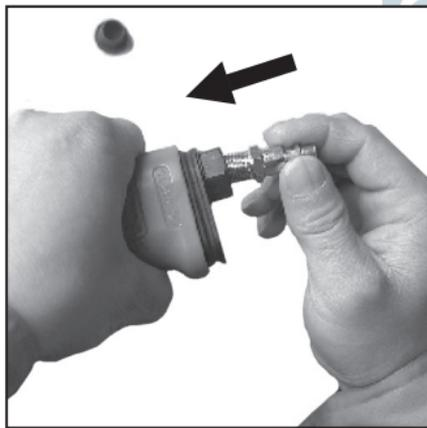

Рисунок 3 – Установка разъёма
2. Установите штекерный разъём (не входит в комплект) в воздухозаборник (см. рис. 3). Закрутите его вручную, для герметизации используйте ФУМ ленту.